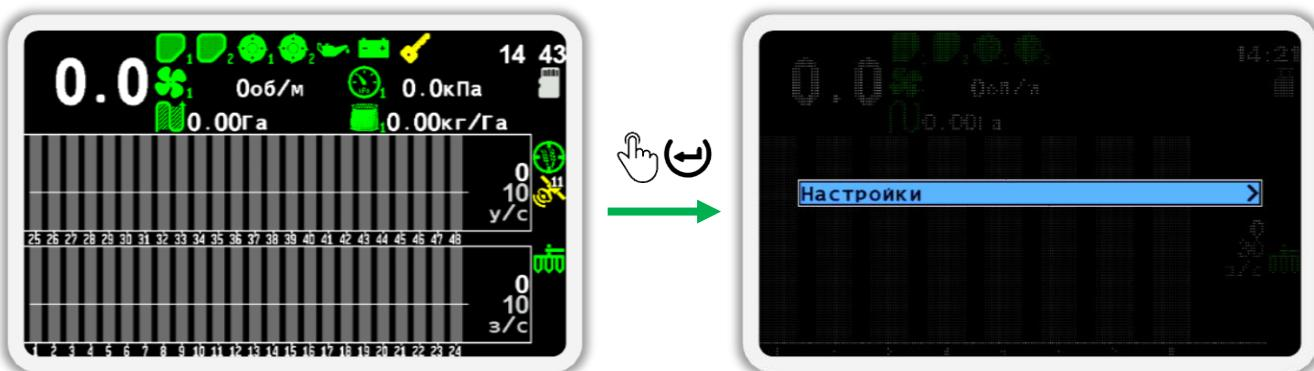

Рисунок 27
1. На главном экране нажмите кнопку «Меню». В результате на экране будет показано меню главного экрана с единственным пунктом - «Настройки» (см. Рисунок 27).